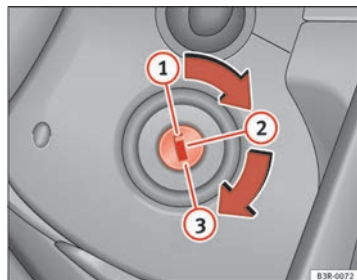

Fig. 148 Posiciones de la llave
- Gire la llave a la posición ① ⇒ página 182, fig. 148.